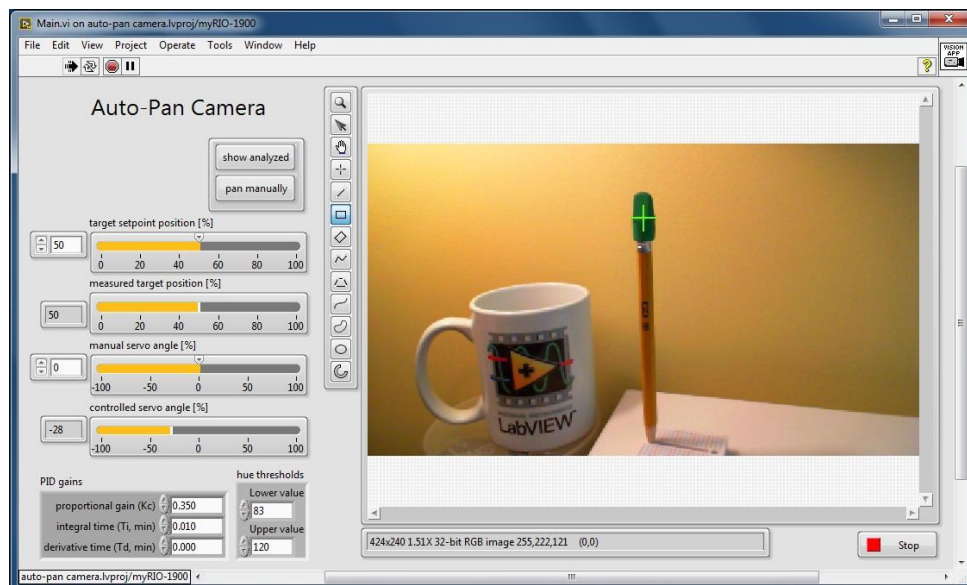

Рисунок 16.1: Лицевая панель приложения Камера с автоматическим панорамированием.
**Рисунок 16.1** отображает лицевую панель приложения *Auto-Pan Camera*, в котором в качестве отслеживаемого объекта выступает стирательная резинка карандаша. На **рисунке 16.2** показано соответствующее изображение, полученное с использованием скрипта *Vision Assistant*.